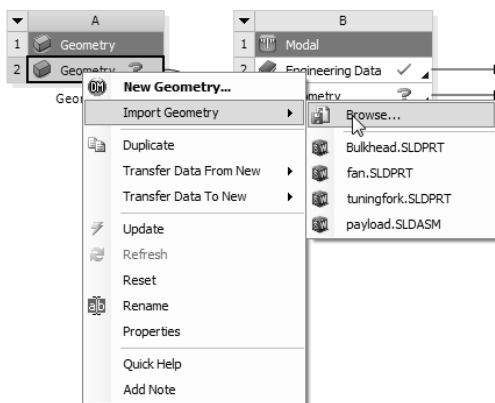

图 6-45 选择【Import Geometry】|【Browse】命令
1) 在 A2 栏的【Geometry】上单击鼠标右键，在弹出的快捷菜单中选择【Import Geometry】|【Browse】命令，如图 6-45 所示，弹出【打开】对话框。